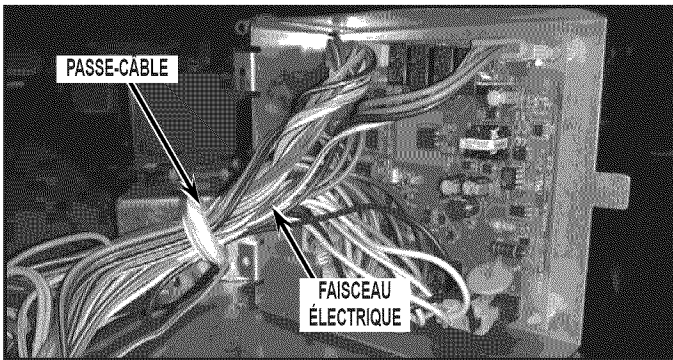

FIGURE 6
8. Retirer le passe-câble du côté de l'ancien module HT. Voir *Figure 6*.
9. Retirer tous les connecteurs de l'ancienne carte HT et jeter l'ancien module HT. NE PAS ENLEVER DE L'APPAREIL le faisceau électrique relié à l'ancien module HT. Voir les *Figures 6 et 7*.